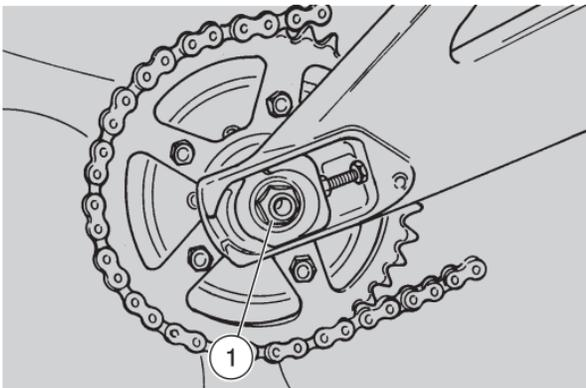

Fig. 36
- smontare il dado (1-Fig. 36);
- inserire ed avvitare il dado (1-Fig. 36), sino ad assestare il perno nella sede;
- fissare il dado (1-Fig. 36).